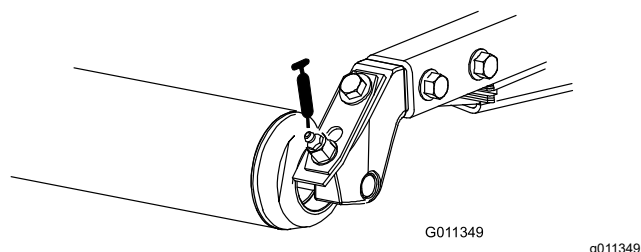

Figura 50
- Cojinetes de los rodillos traseros (2 por unidad de corte) (Figura 50).